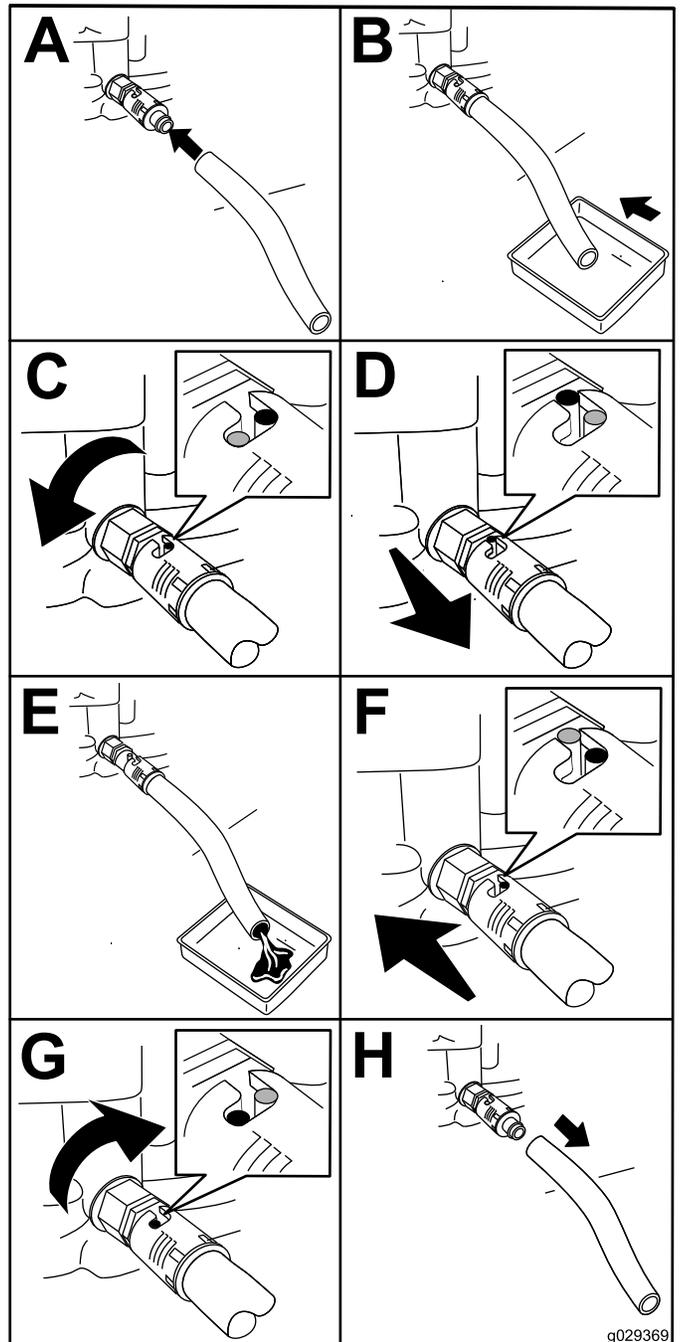

Рисунок 20
2. Слейте масло из двигателя (Рисунок 20).